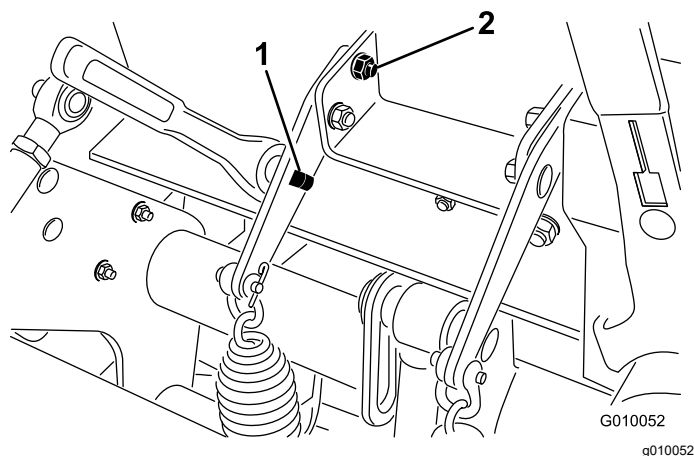

Figure 28
3. Insérez un manche à rochet de 1/2 pouce ou une barre de levier dans le trou carré du support de ressort (Figure 28).